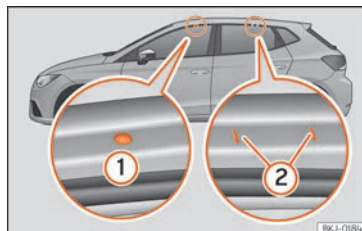

Fig. 131 Pontos de fixação das barras longitudinais para a bagageira do tejadilho.
Os pontos de fixação dianteiros e traseiros ❶ e ❷ só se podem ver com as portas abertas »» Fig. 131.